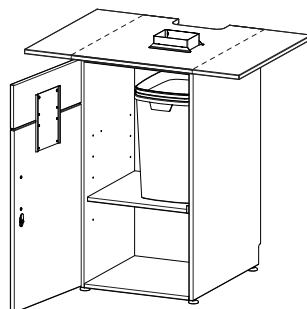

Fig. 21
3.10.3 Onderkast met koffie residu doorvoer (fig. 21)